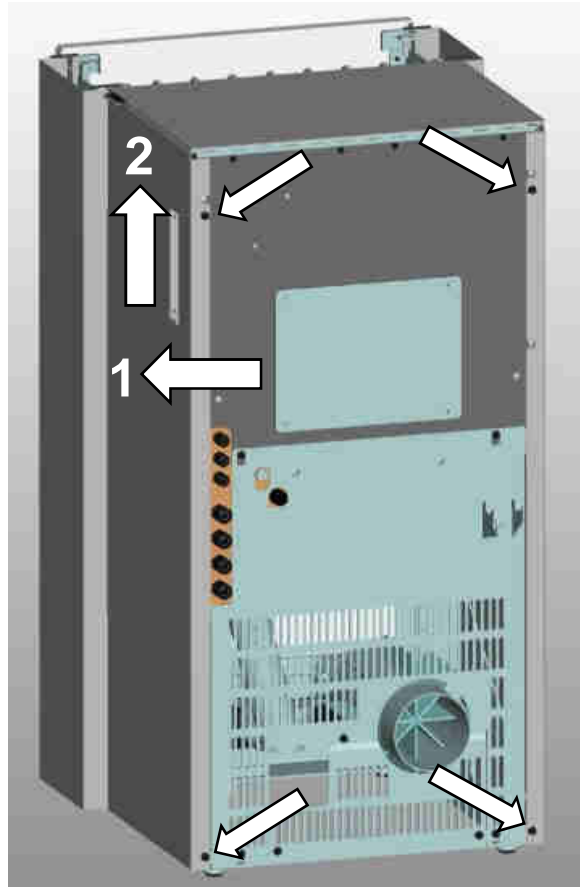

Abb. 46: Schrauben Rückseite Frank/Frank eq
3. Schrauben an der Rückwand entfernen (Abb. 46).
4. Seitenteil oben ausschwenken und nach oben entnehmen (Abb. 46).